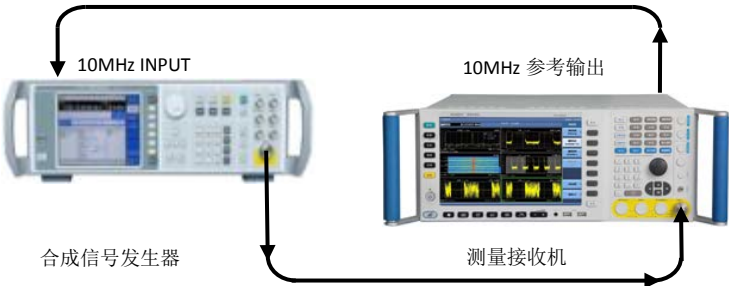

图 8.4 剩余调频测试示意图
- 11) 按照图 8.4 连接测试仪器，设置信号发生器的输出频率为 560MHz 的单载波信号，输出功率为 0dBm, 无任何调制。
- 8) 按照图 8.4 连接测试仪器，设置信号发生器的输出频率为 560MHz 的单载波信号，输出功率为 0dBm，无任何调制。
- 8) 按照图 8.4 连接测试仪器，设置信号发生器的输出频率为 560MHz 的单载波信号，0dBm，无任何调制。